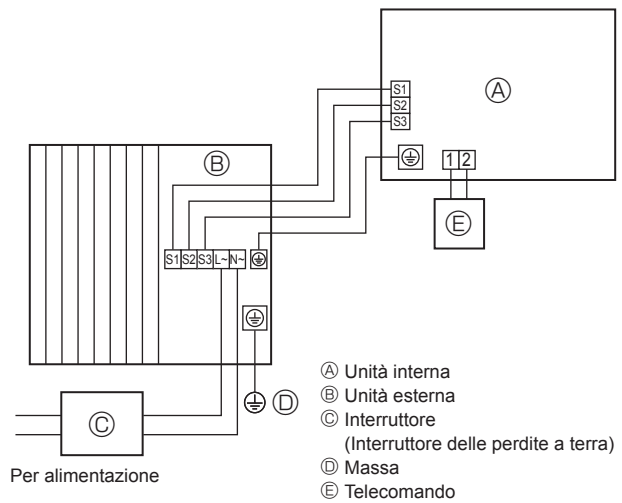
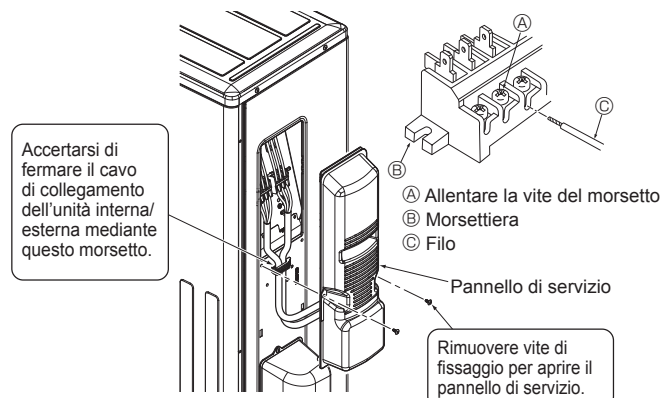

Fig. 6-1
Fig. 6-3
### 6.1. Unità esterna (Fig. 6-1, Fig. 6-2, Fig. 6-3)
- ① Rimuovere il pannello di servizio.
- ② Collegare i cavi facendo riferimento alla Fig. 6-1, Fig. 6-2 e Fig. 6-3.